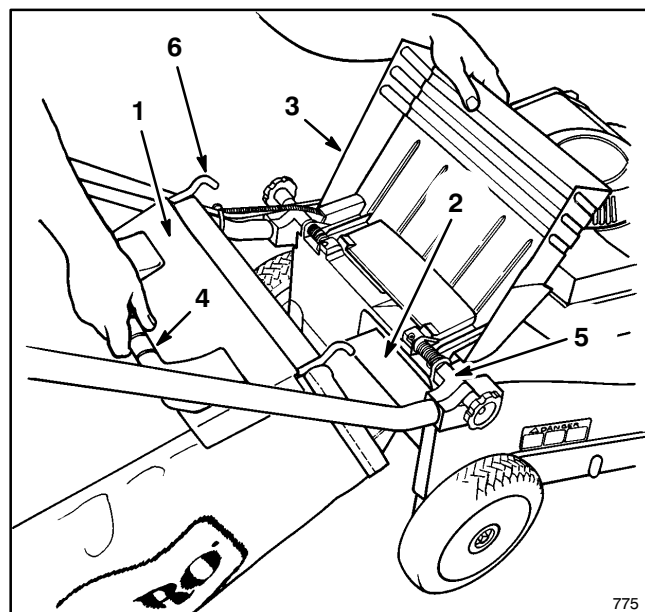
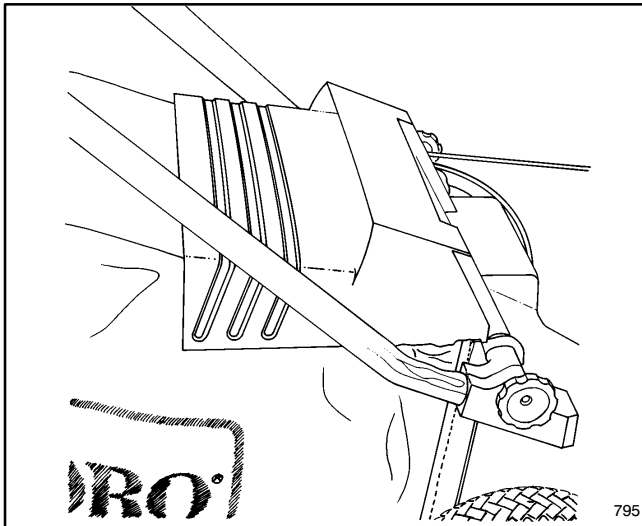

Figure 14
Figure 15
2. **MONTAGE DU SAC** —Lever le volet de l'éjection, insérer l'embouchure du sac dans l'ouverture d'éjection, et accrocher l'armature du sac sur la partie arrondie des supports de montage (Fig. 14). Laisser le volet d'éjection reposer sur le sac (Fig. 15).